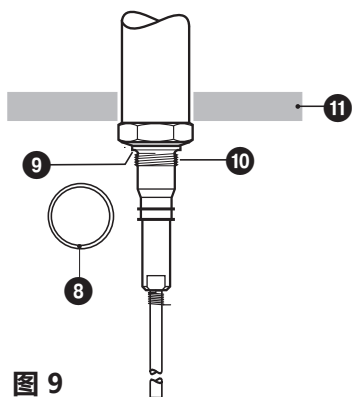

图 9
8. 将随附的密封圈 ⑧ 置于螺纹管接头密封面或法兰密封面上。图 9
9. 在电极螺纹 ⑩ 上涂抹少量耐高温硅脂（例如 WINIX® 2150）。